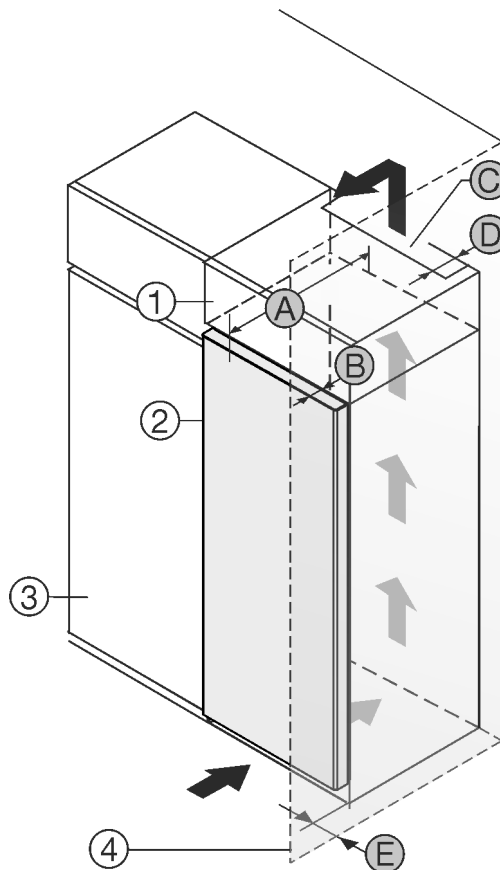

Fig. 1
Vous pouvez placer le réfrigérateur directement à côté de l'armoire de cuisine Fig. 1 (3)*.
Une sortie d'air avec la profondeur Fig. 1 (D) doit être présente au dos de la rehausse sur toute sa largeur.*
La section de ventilation Fig. 1 (C) sous plafond doit être respectée.*
Si le réfrigérateur est installé avec les charnières près d'une paroi Fig. 1 (4), la distance entre le réfrigérateur et la paroi doit être d'au moins 13 mm.*
Si le réfrigérateur est installé avec les charnières près d'une paroi Fig. 1 (4), la distance entre le réfrigérateur et la paroi doit être d'au moins 20 mm.*
Pour pouvoir ouvrir complètement les portes, le réfrigérateur doit dépasser de la profondeur de la porte Fig. 1 (B) par rapport à la façade du placard. L'appareil peut déborder encore plus en fonction de la profondeur des placards Fig. 1 (3) et de l'utilisation de cales d'épaisseur.*